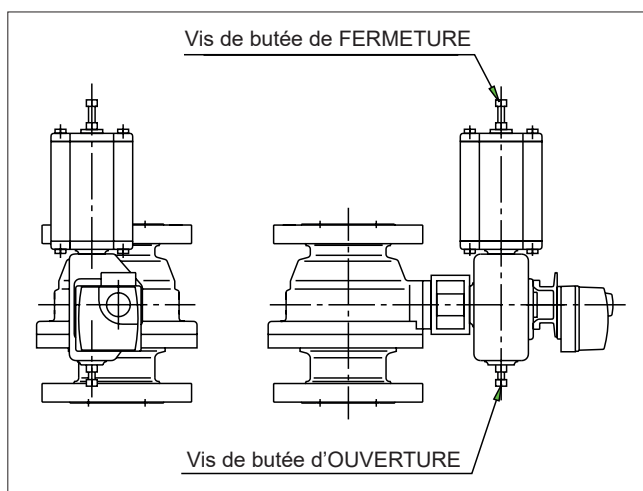

Fig. 31 Réglage des positions extrêmes d'ouverture et de fermeture d'un actionneur B
- Dégagez l'actionneur à l'aide d'un extracteur approprié. Cf. figure 31. L'outil peut être commandé auprès du fabricant.